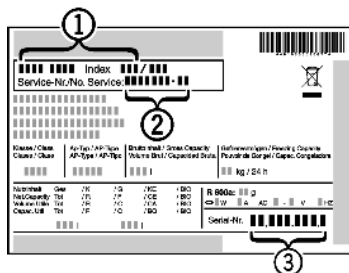

Fig. 8
- ▶ Denominación del aparato *Fig. 8 (1)*, nº del servicio técnico *Fig. 8 (2)* y nº de serie *Fig. 8 (3)* en la placa de identificación. La placa de identificación se encuentra en la parte interior izquierda del aparato.
- ▶ Informe al servicio postventa e indique el fallo, la denominación del aparato *Fig. 8 (1)*, el nº del servicio técnico *Fig. 8 (2)* y el nº de serie *Fig. 8 (3)*.